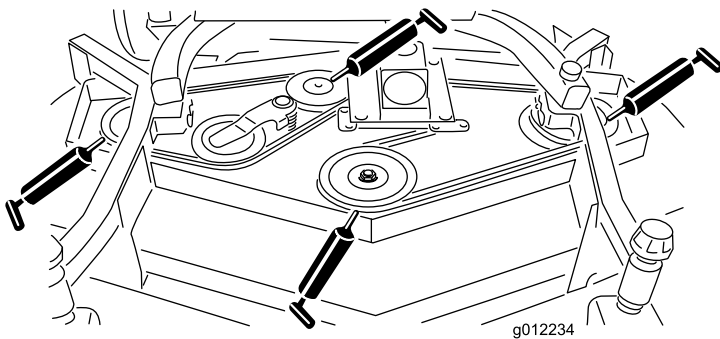

Figura 19
- Rolamentos do eixo (3) (debaixo da polia) (Figura 19)
- Rolamentos do eixo do braço intermédio (Figura 19)